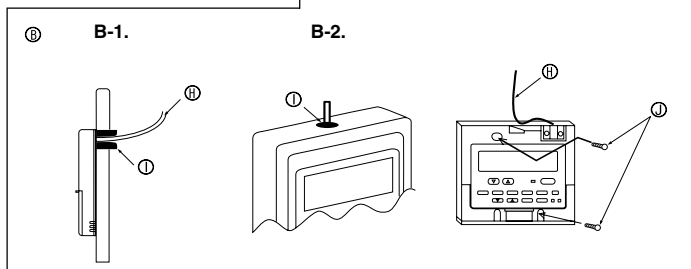

Fig. 6-3
- (A) Perfil del control remoto
- (B) Espacios necesarios alrededor del control remoto
- (C) Paso de instalación
(2) Selle la entrada del cable del control remoto con masilla para evitar que puedan entrar gotas de rocío, agua, cucarachas o gusanos. (Fig. 6-3)
[Fig.6-3]